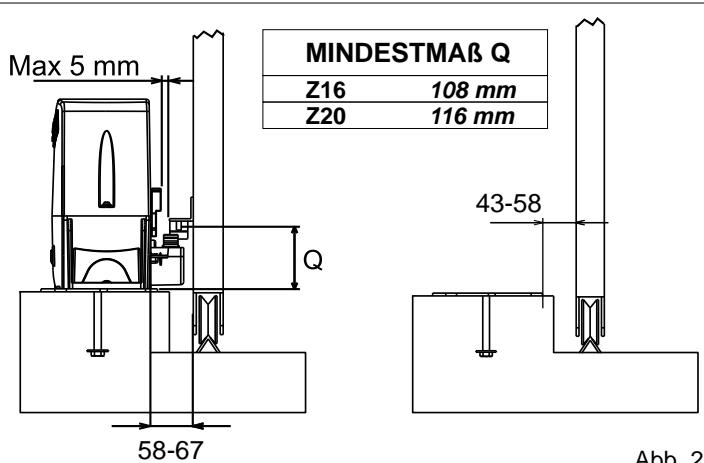
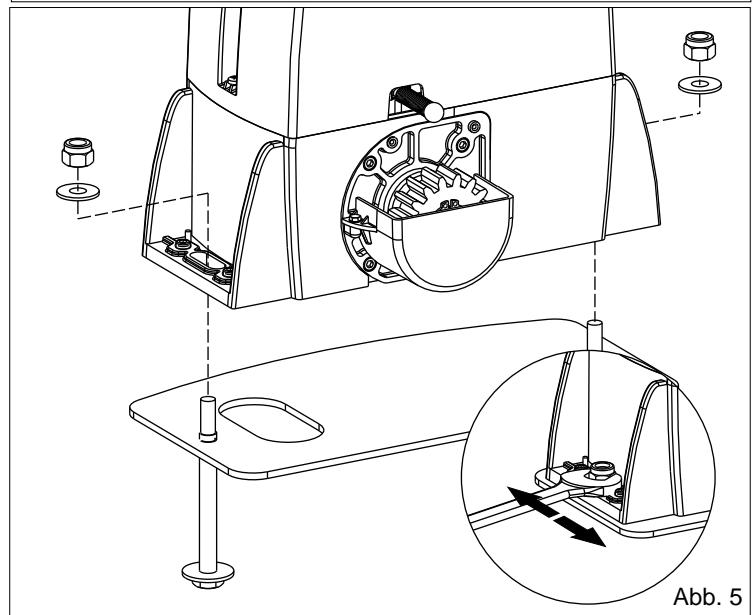

Abb. 2
Abb. 5
**2.3.** Sich vor Einzementierung der Verankerungsplatte vergewissern, dass sie genau horizontal positioniert ist und dass der Abstand von 50 - 55 mm, wie in Abb. 2, eingehalten wurde.
**4.2.** Den Antrieb mit Hilfe der 2 mitgelieferten Bolzen an der Grundplatte befestigen und dabei die seitliche Position (Abb.5) nach den in Abb. 2 angegebenen Massen regulieren.